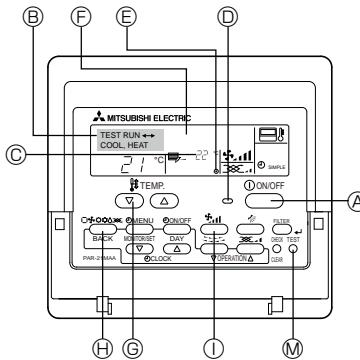

Рис. 7-1
7.2.1. Использование проводного пульта дистанционного управления (Рис. 7-1)
- ① Включите питание по крайней мере за 12 часов до начала пробного прогона.
- ② Дважды нажмите кнопку [TEST]. ➔ "TEST RUN" на ЖК-дисплее
- ③ Нажмите кнопку [Mode selection] (Выбор режима). ➔ Убедитесь в том, что воздух выдувается.
- ④ Нажмите кнопку [Mode selection] (Выбор режима) и переключитесь на режим охлаждения (или обогрева).